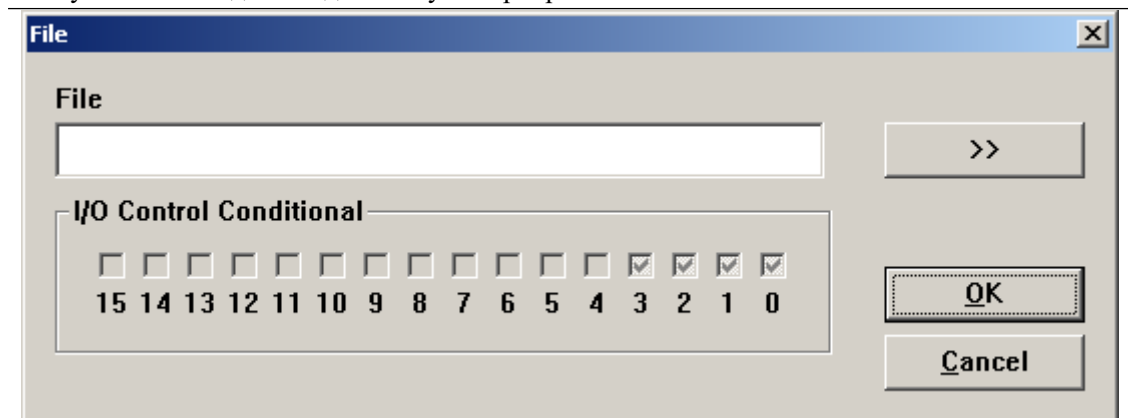
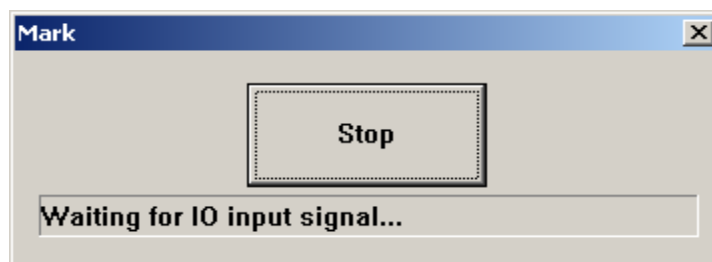

Figure 8-38
Рис. 8-41.
Add (добавить): добавление файлов .ezd. После нажатия кнопки «add» появляется окно диалога, показанное на Рис. 8-38. При установке для файлов условного управления вводом/выводом производится автоматическая маркировка файлов при поступлении на плату сигнала ввода/вывода в статусе маркировки.
Если приемлемый для программы сигнал должен быть импульсным, необходимо установить порт ввода/вывода (IO), не показанный на Рис. 8-38, в сигналах IO запуска маркировки. Например, порт 0-3, показанный на Рис. 8-38, должен быть изменен установкой другого порта в условиях IO начала маркировки, а именно: порта 6. Нажмите «маркировку», появится окно, Рис. 8-41. В случае одновременного принятия платой сигнала ввода/вывода (IO) начала маркировки и установленных условий управления вводом/выводом (IO) файлы будут промаркированы только один раз.